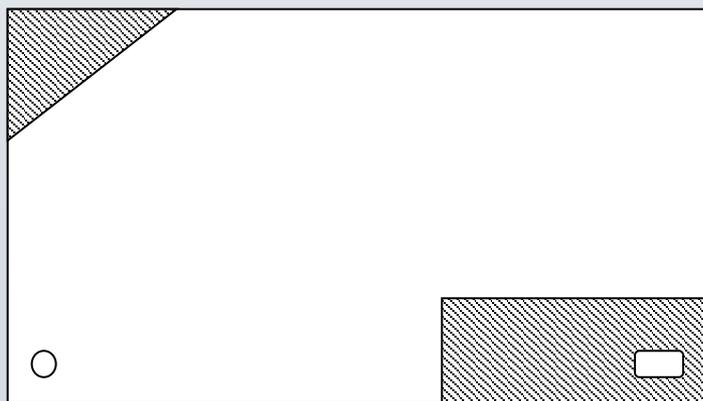

图2
3. 当印制板需要被部分地裁去边或角时，应采用工艺冲缝的方法，使要裁去的部分能够保留到自动插件工序完成后再去除，如图2所示。